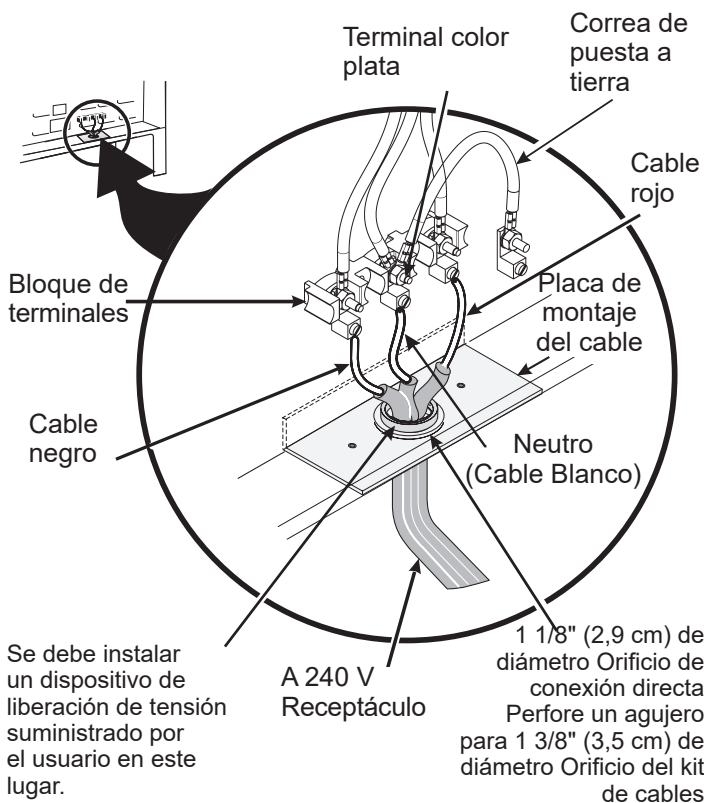

Figura 8
Si el código local permite la conexión a tierra del conductor del marco al cable neutro del cable de alimentación eléctrica de cobre (consulte la Figura 8):
2. Con las tuercas suministradas en el paquete con documentación, conecte el cable neutro del cable de alimentación eléctrica de cobre al terminal plateado central del bloque de terminales, y conecte los otros cables a los terminales exteriores. Una los cables y los terminales por color (los cables rojos conectados al terminal derecho, los cables negros conectados al terminal izquierdo) (consulte la Figura 8).